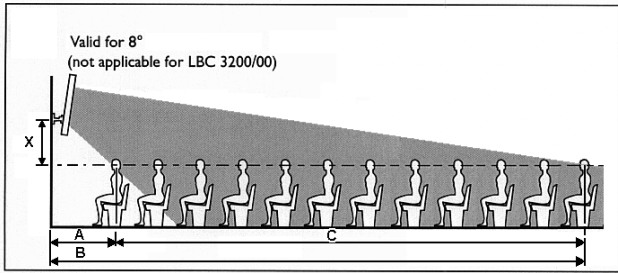

Figura 1 - Vista laterale della radiazione acustica dell'altoparlante e del piano di ascolto
1. Determinare le dimensioni dell'"area di ascolto" desiderata, ovvero del piano orizzontale all'altezza delle orecchie degli ascoltatori (vedere la linea tratteggiata in figura 1).
3. Facendo riferimento al grafico 1, tracciare una linea verticale in corrispondenza del punto di massima distanza sull'asse delle ascisse. Dal punto di intersezione verticale con la linea B diagonale, tracciare una linea orizzontale rispetto all'asse delle ordinate. Il valore X, riferito all'altezza della staffa di montaggio degli altoparlanti dal piano di ascolto, ('X' in figura 1), si trova sull'asse delle ascisse. Le intersezioni orizzontali con le altre linee diagonali indicano le dimensioni dell'area di ascolto come mostrato nelle figure 2 e 3 (vedere anche l'esempio riportato di seguito).